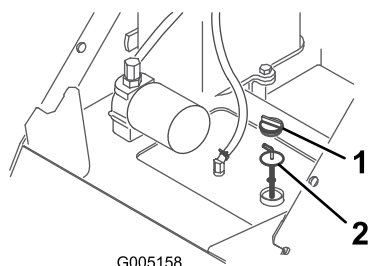

Figura 35
4. Curățați zona din jurul buonului rezervorului de ulei hidraulic (Figura 35).
5. Îndepărtați capacul buonului rezervorului de ulei hidraulic i verificați nivelul uleiului pe joă (Figura 35).